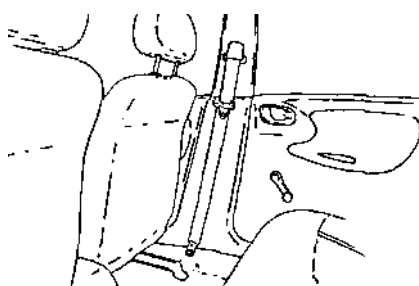

Рис. 9.1.
- Выкрутить болт и снять нижнее крепление ремня безопасности к центральной стойке кузова (рис. 9.1).